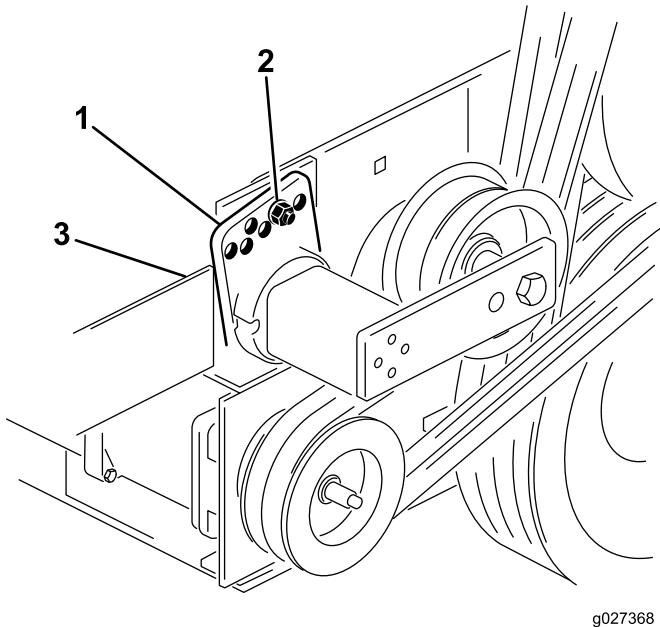

Figura 14
- Retire o parafuso e porca que prendem o guia tensor à montagem da transmissão e solte a tensão da correia (Figura 14).